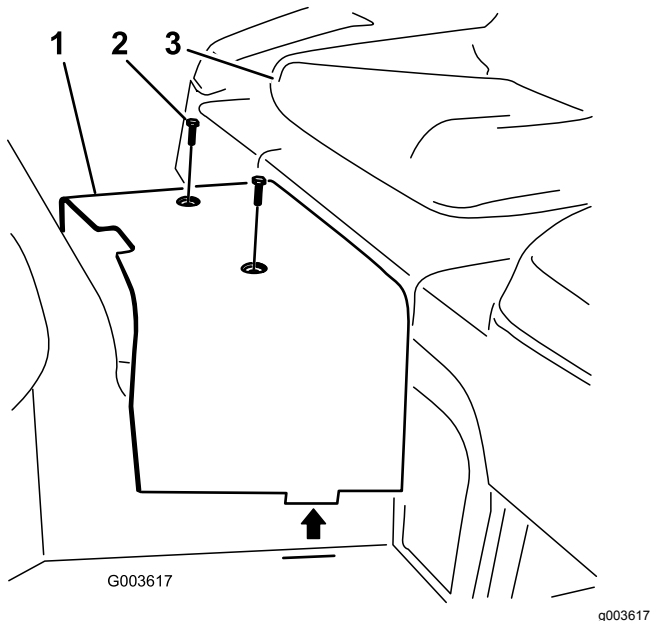

図 7
7. センターシュラウドをフレームに固定しているネジ2本を外す 図 7。シュラウドを外して保管する。